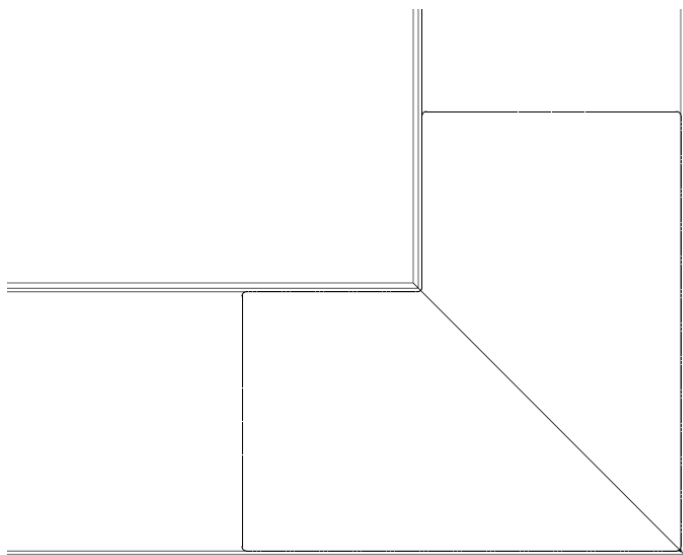

Рис.2
6. На стыки рассеивателей наклеить защитную L-образную прозрачную пленку (идет в комплекте светильника) (Рис. 2)
- Установите комплект подвесов (дюбели и установочные саморезы подбираются самостоятельно в зависимости от монтажной поверхности и не входят в комплект поставки. Монтажное отверстие в крепежной втулке для подвеса имеет диаметр 5мм и рассчитано для самонарезных винтов с потайной головкой. Нагрузка на трос составляет не более 10 кг и определяется весом светильника) в паз на верхней части корпуса светильника (Рисунок 2);